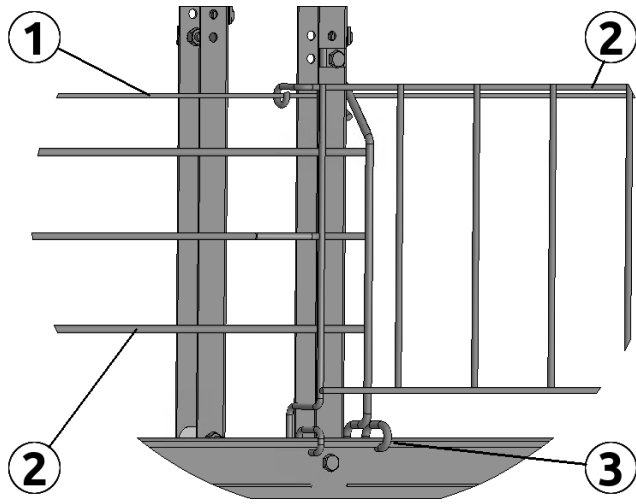

Рисунок 1.2
1. Открыть дверку (рис. 1.2), выдвинув ее вертикальные прутки приблизительно на середину ячейки клетки.
2. Надавливая на верхнюю проволоку поддержки дверки (1), вывести ее из зацепления с верхними проушинами вертикальных прутков дверки (2).
3. Проворачивая верхнюю часть дверки от клетки, вывести нижние проушины вертикальных прутков из зацепления с кормовым лотком (3).